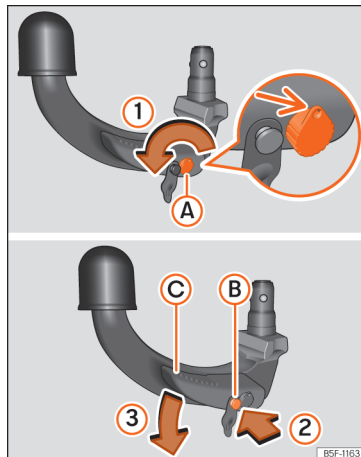

Abb. 299 Ruheposition der Anhängerkupplung
- Führen Sie den Schlüssel ein und drehen Sie ihn in Pfeilrichtung **» Abb. 299 ①**, bis das Loch im Schlüssel nach oben weist (Pfeil).
- Drücken Sie den Entriegelungsbolzen **» Abb. 299 B** in Pfeilrichtung **②** und gleichzeitig den Hebel **C** in Pfeilrichtung **③** bis zum Anschlag.